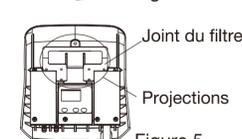

Figure 5
- ⇒ Lorsque le joint du filtre se décroche, assurez-vous que les 8 trous du joint du filtre se fixent contre les saillies du couvercle du filtre. (Figure 5)